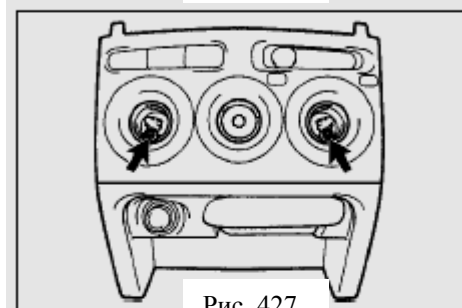

Рис. 427
(2) Демонтируйте 2 винта и среднюю часть панели инструментов(рис. 427)